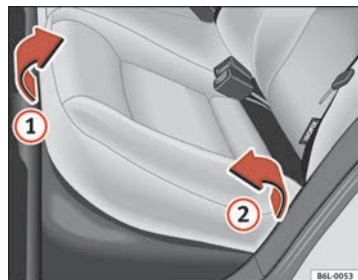
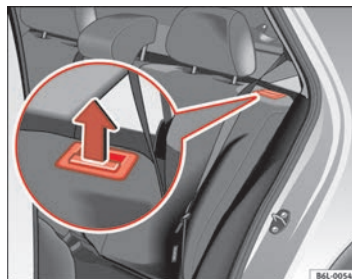

Fig. 71 Levantar el cojín del asiento trasero
Fig. 72 Tecla de desbloqueo del respaldo trasero
- Tire del borde delantero del cojín del asiento ⇒ fig. 71 ① hacia arriba en la dirección de la flecha.
- Levante el cojín ② hacia delante en la dirección de la flecha.
- Tire de la tecla de desbloqueo ⇒ fig. 72 en la dirección de la flecha y abatir el respaldo hacia delante.